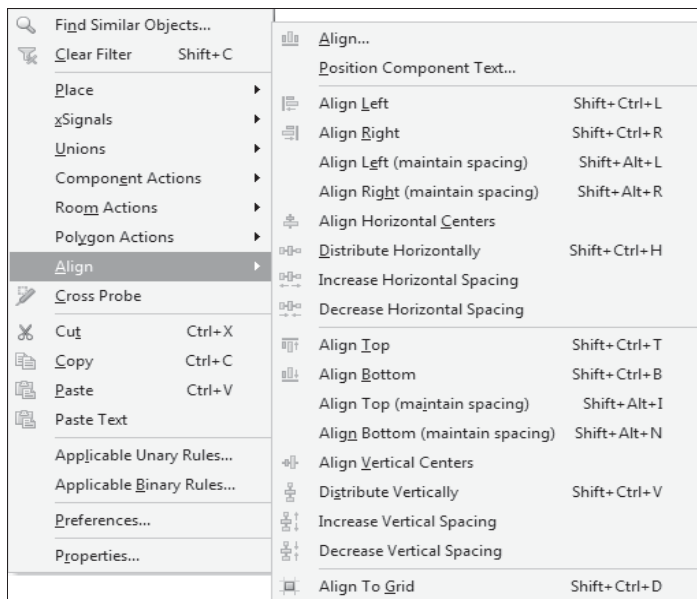

Рис. 5.18. Команды выравнивания при размещении компонентов:
2. Наведите курсор на один из выделенных компонентов, щелчком правой кнопки мыши вызовите контекстное меню (рис. 5.18) и выберите команду **Align** (Выровнять) — откроется панель подкоманд: